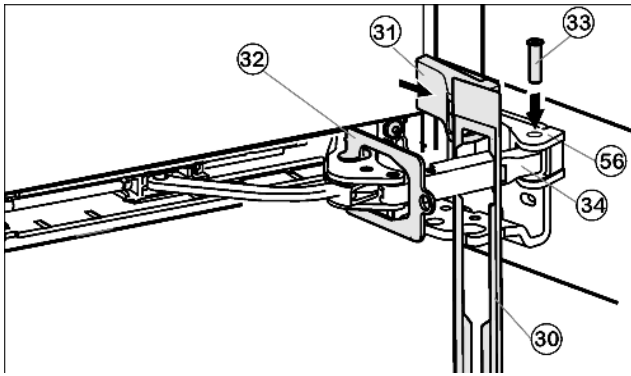

Fig. 16
- ▶ Навесьте накладку Fig. 16 (30) на амортизационную скобу таким образом, чтобы передние защелки показывали вперед, а передняя сторона была направлена к устройству.
- ▶ Притяните амортизационную скобу Fig. 16 (34) к опорной детали Fig. 16 (56) и сверху вставьте палец Fig. 16 (33) таким образом, чтобы квадратная головка сидела в углублении.
- ▶ Установите и защелкните крышку Fig. 16 (31).
- ▶ Поворотом снимите фиксатор Fig. 16 (32).
- ▶ Защелкните накладку Fig. 16 (30) на дверце.